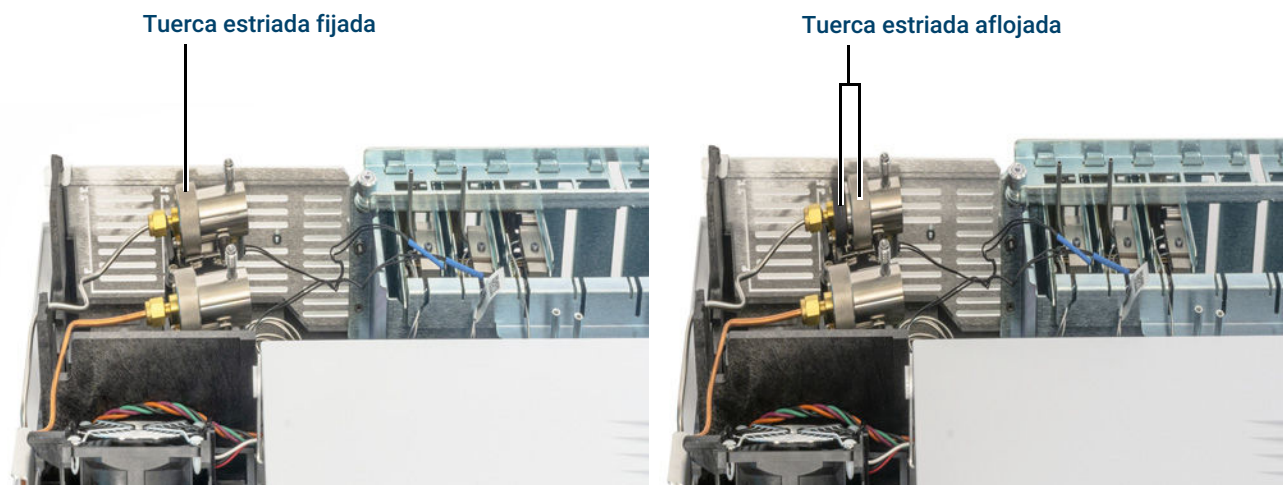

Figura 7. Afloje la tuerca estriada
4. Afloje por completo la tuerca estriada que fija el cartucho de la trampa de purga del split en su sitio hasta que gire libremente, como se muestra en la Figura 7.